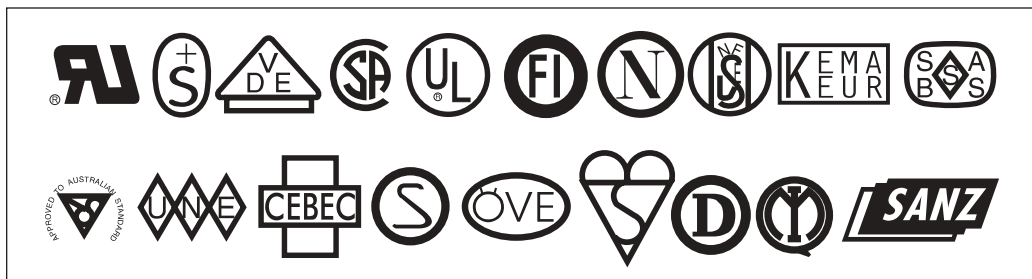
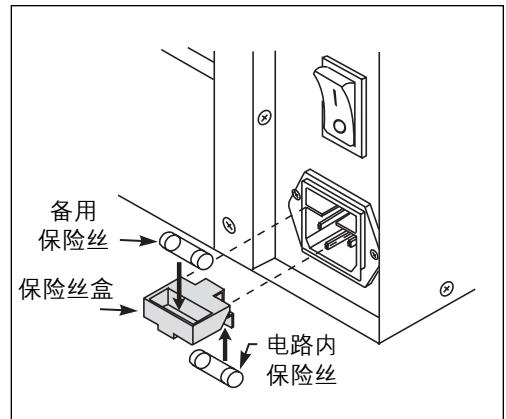

图 2
图4
4. 交流电源插头与 IEC 320 接头必须至少印有以下一种知名国际安全组织的标志，如图 2 所示。
XIII 系列打印机使用公制保险丝 (5 × 20 mm IEC)，电气额定值为 F5A, 250V。「交流电源输入模块」在「保险丝盒」中附有两个经过检验的保险丝：其一为「电路内」(In-Circuit)，另一则为「备用」保险丝 (请参照图 4)。保险丝端盖上必须印有国际知名之安全组织认证标志 (参照图 2)。欲更换出现故障的保险丝，请依照以下步骤进行。
2. 拆除有故障的保险丝，并将新保险丝安装在“电路内”的位置，如图 4 所示。如果使用了「备用保险丝」，务必要订购新的备用保险丝。您可以向 Zebra 经销商订购保险丝。